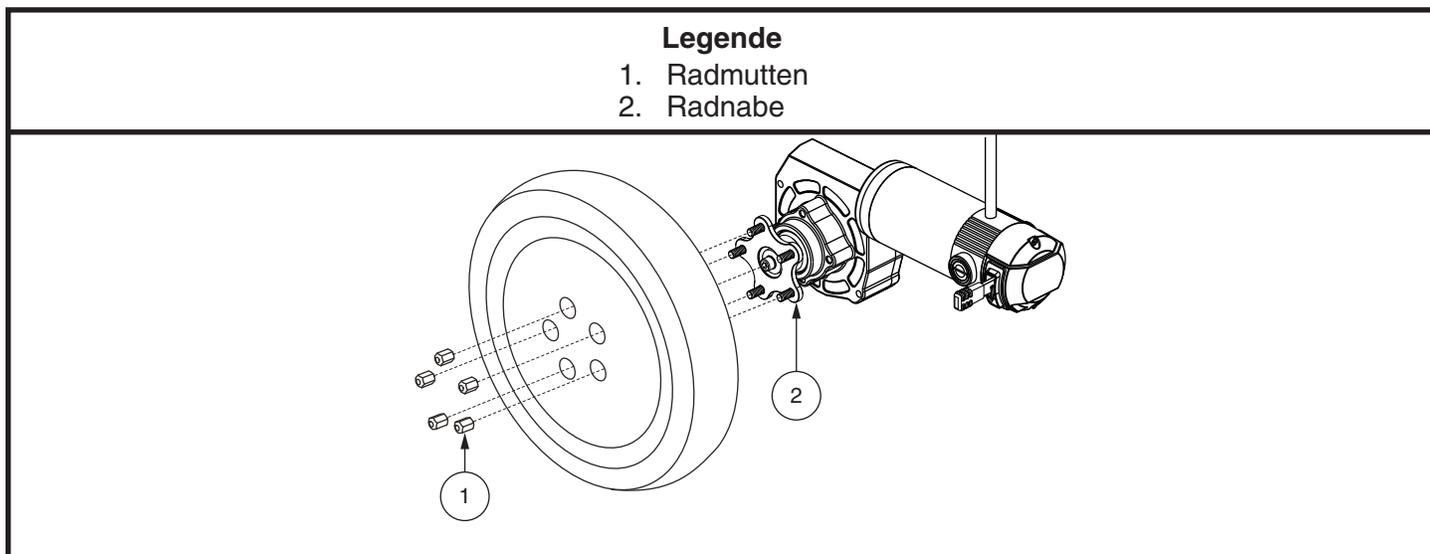

Bild 16. Aspen Antriebsrad
4. Entfernen Sie die fünf (5) Radmuttern von der Radnabe. **Siehe Bild 16.**